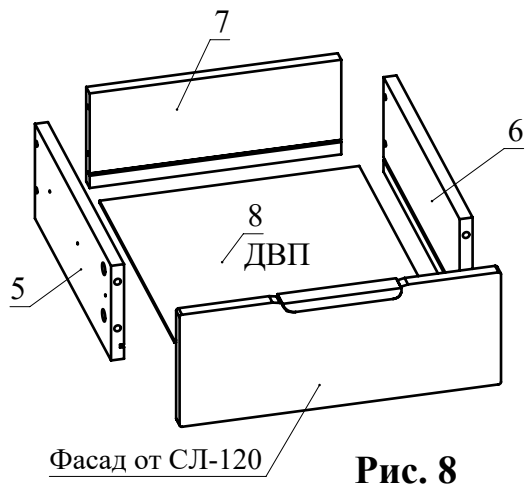

Рис. 8
7. Соедините фасад ящика от СЛ-120 с полученной конструкцией и затяните головки минификсов (Рис. 8).